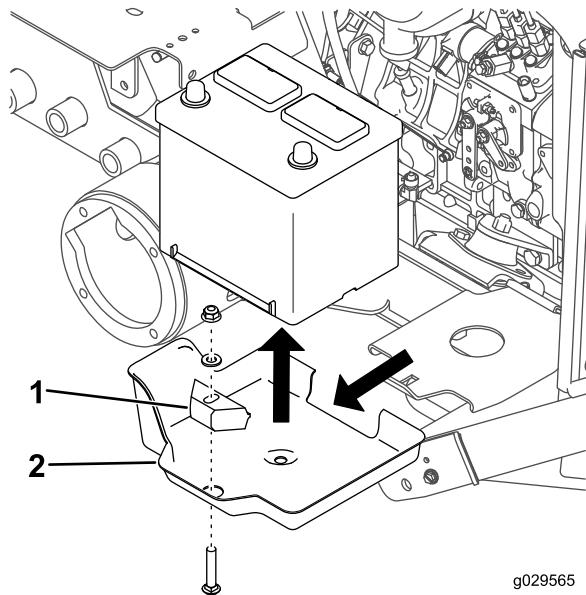

Bild 38
- Entfernen Sie die Schlossschraube, die Scheibe, die Batteriebefestigungsplatte und die Mutter, mit denen die Batterie befestigt ist (Bild 38).
- Nehmen Sie die Batterie aus dem Batteriekasten heraus (Bild 38).
- Nehmen Sie den Batteriekasten aus dem Batterieplattform heraus (Bild 38).